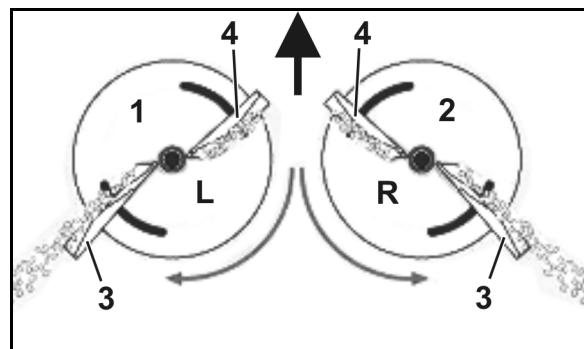

Fig. 20
- venstre spredeskive (Fig. 20/1) merket **L**
- høyre spredeskive (Fig. 20/2) merket **R**.
- Lang (Fig. 20/3) - Innstillingsskala med verdier fra 35 til 55.
- Kort (Fig. 20/4) - Innstillingsskala med verdier fra 5 til 28.